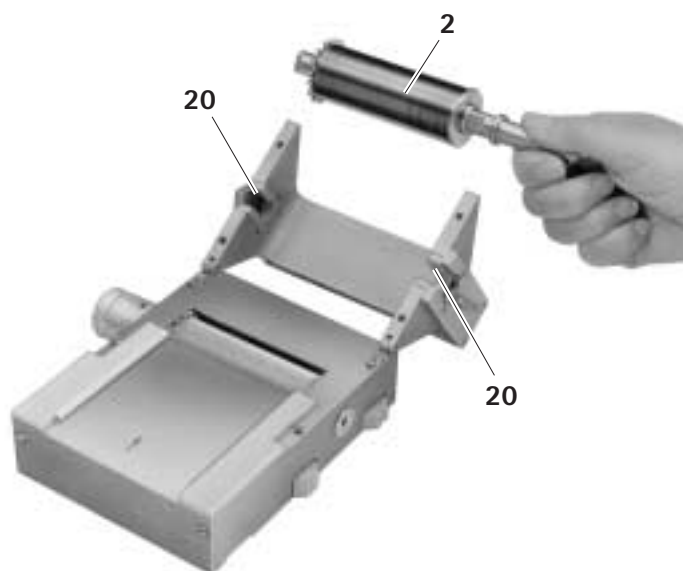

Fig. 4
- Girar el rodillo de corte **2** y extraerlo al mismo tiempo de sus puntos de apoyo **20**, ver Fig. 4.
- Insertar el rodillo de corte **2** en los dos puntos de apoyo **20**, ver Fig. 4.